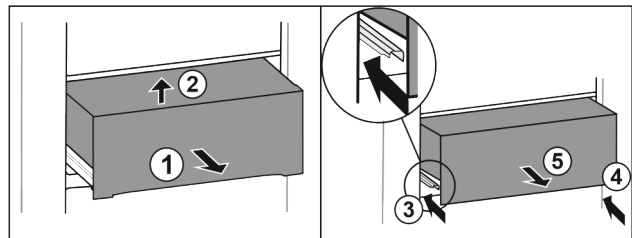

Fig. 33
- ▶ Вытяните выдвижной ящик наполовину. Fig. 33 (1)
- ▶ Приподнимите выдвижной ящик спереди. Fig. 33 (2)
- ▶ Вставьте левую направляющую. Fig. 33 (3)
- ▶ Вставьте правую направляющую. Fig. 33 (4)
- ▶ Извлеките выдвижной ящик движением вперед. Fig. 33 (5)